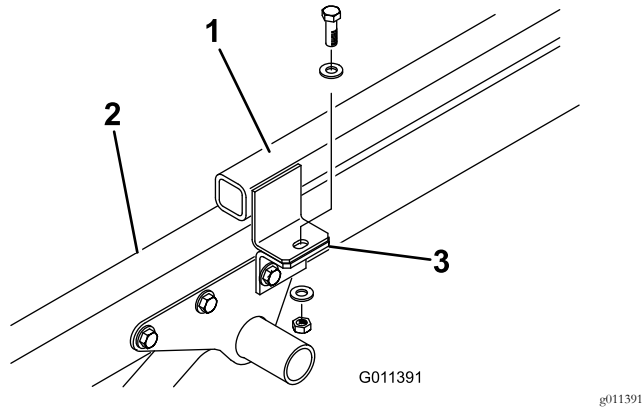

图6
3. 卸下将附件支架固定到挂钩架凸耳上的平头螺丝、2个扁平垫圈和锁紧螺母图6。